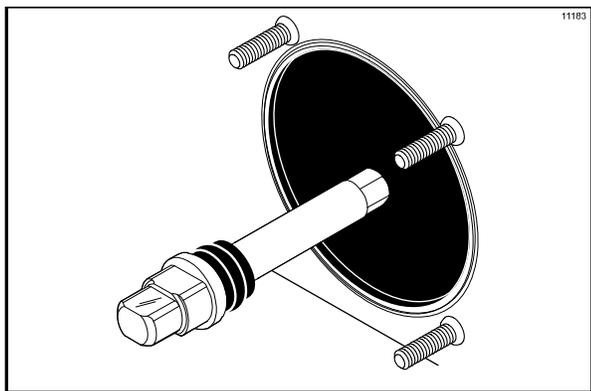

图 129
2. 将刮刀架传动轴安装到冷冻缸后轴承套的里面，并将六角轴端牢固地插入连轴器。（见图 129。）